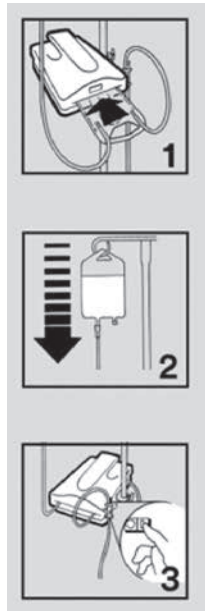

Figura 4
2. Deslice la caja de calentamiento en la ranura de la unidad de calentamiento. La caja solo cabe de una manera en el equipo (vea la figura 4, #1).
3. Rellene el set de calentamiento. Para obtener más información sobre el rellenado del equipo, consulte las instrucciones proporcionadas con los sets de calentamiento (vea la figura 4, #2).
5. Enchufe el cable de alimentación en un enchufe apropiado. Encienda la unidad (vea la figura 4, #3). En unos pocos segundos se iluminará la pantalla alfanumérica. Tarda menos de dos minutos en calentarse hasta el punto de ajuste de temperatura a 41 °C.